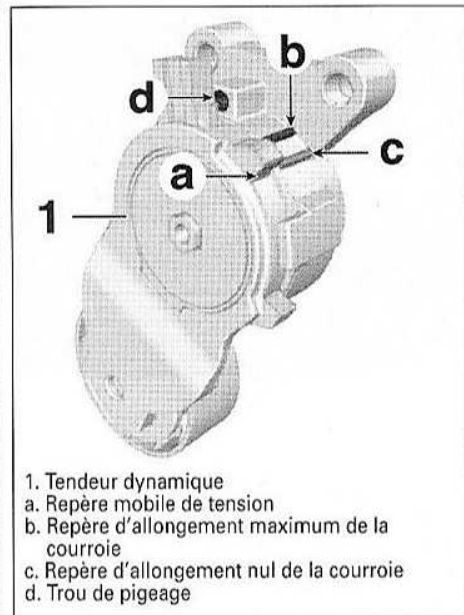

FIG.3
- Remplacer la courroie d'accessoires lorsque le repère mobile (a) est aligné avec le repère (b) (Fig.3).